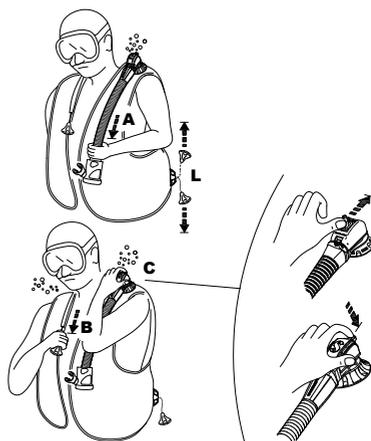

fig. 7
Arrêtez-vous et mettez-vous en position verticale dans l'eau. Lorsque c'est fait, ouvrez la soupape de purge manuelle en tirant doucement vers le bas l'ensemble de la soupape buccale/de pression (fig. 7-A). Il n'est pas nécessaire d'utiliser une force excessive pour tirer sur l'ensemble du flexible. Le déplacement de la soupape est limité, et tirer plus fort n'augmentera pas le flux d'air. Pour fermer la soupape de purge manuelle, arrêtez de tirer vers le bas et relâchez.
- La soupape de purge double SCUBAPRO® (brevetée) possède un bouton manuel de sécurité qui relâche de l'air lorsqu'il est enfoncé (fig. 7 C), en cas de défaillance du système de purge manuelle (câble coupé, broche défilante, etc.) ou lorsque vous respirez dans un Air 2.
- a) une traction douce sur l'ensemble du flexible (fig. 7-A)
- b) une poussée sur le bouton qui ressort du boîtier de la soupape (fig. 7-C) (breveté) : ce système peut également être utile pour purger l'air d'un autre plongeur qui rencontre des problèmes (panique, plongeur débutant, perte de conscience, etc.)
La soupape de purge qui se trouve sur l'épaule droite, si elle existe, est activée en tirant doucement sur le bouton qui est attaché par une lanière à la soupape elle-même (fig. 7-B). Pour faire fonctionner l'une ou l'autre des soupapes de purge, orientez celle-ci de manière à ce qu'elle soit légèrement plus haute que l'air qui se trouve dans le gilet. Activez la soupape de purge jusqu'à ce que la flottabilité désirée soit atteinte. Pour refermer la soupape, arrêtez de tirer ou de pousser (fig. 7-B)
Soupape de purge basse (fig. 7-L)